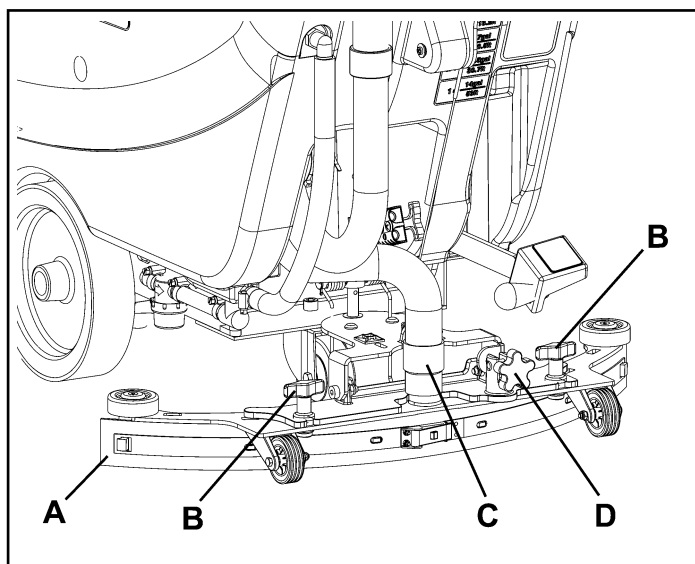

Figure 13
1. Installer l'embouchure (A, Fig. 13) et la fixer avec les boutons (B), puis connecter le tuyau d'aspiration (C) à l'embouchure.
2. Au moyen du bouton (D) régler l'embouchure de façon que la lamelle en caoutchouc arrière touche le sol pour toute sa longueur.
Tête avec une brosse, diamètre brosse : 17 in (430 mm)	Aluminium (A, Fig 13), largeur 29,9 in (760 mm)